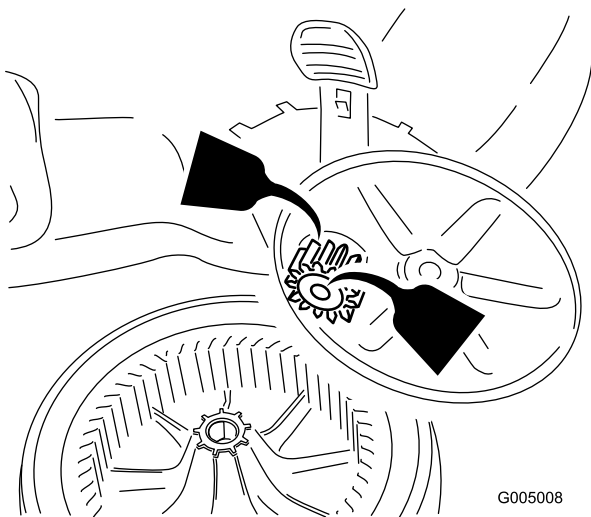

Figura 25
2. Aplique aceite lubricante al interior y al exterior de los engranajes (ver Figura 25).